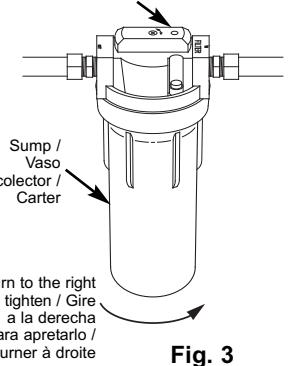

Fig. 3
8. Partially open a house faucet downstream of the filter housing. Then, turn the filter valve handle to the "FILTER" (ON) position (See Figure 3) and allow the filter housing to fill with water.
2. Tournez le carter vers la gauche pour le séparer de la tête (voir figure 3). Prenez garde, car le carter est rempli d'eau. Ne dégarez pas le grand joint torique.
8. Ouvrez partiellement un robinet situé en aval du filtre. Puis tournez la manette de robinet du filtre à la position « FILTRE » (ON) (voir figure 3) et laissez l'eau remplir le carter.